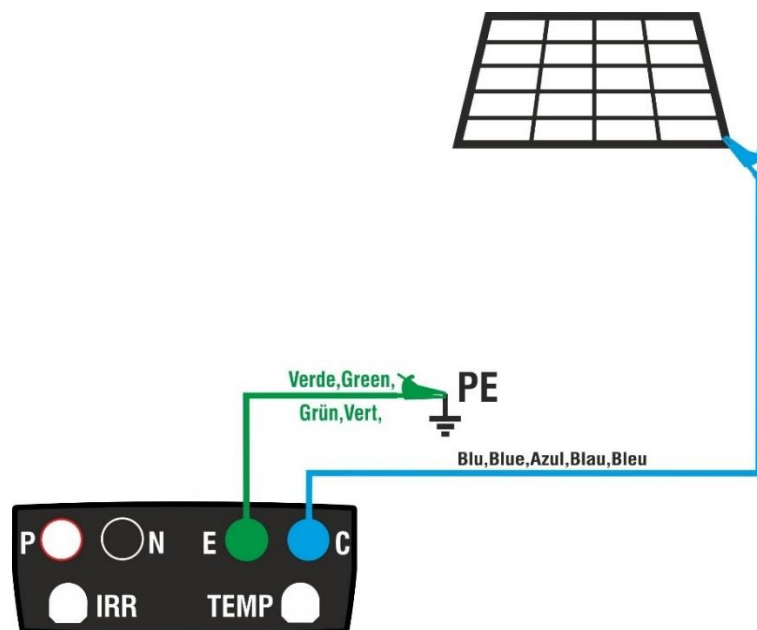

Fig. 6: Conexión para la medida de continuidad sobre estructuras de la instalación FV
5. Conecte el instrumento al módulo/string FV en pruebas y al nodo principal de tierra de la instalación como se muestra en Fig. 6
8. Conecte el instrumento al módulo/string FV en pruebas y al nodo principal de tierra de la instalación como se muestra en Fig. 6